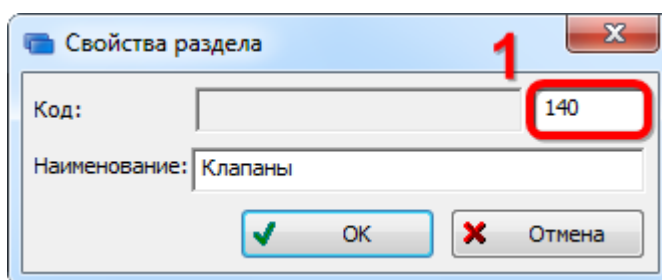

Рис. 10-139 – Создание раздела
3) Обозначение справочника должно быть уникальным по справочнику опционов. В противном случае появится сообщение об ошибке (рис. 10-139).